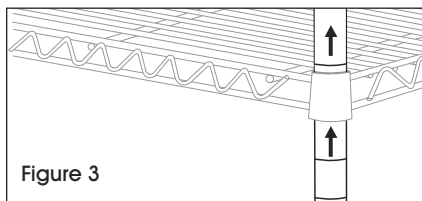

Figure 3
3. Faites glisser le montant sous la partie inférieure de la tablette jusqu'à ce que la tablette se fixe fermement en place sur les supports. (Voir Figure 3)